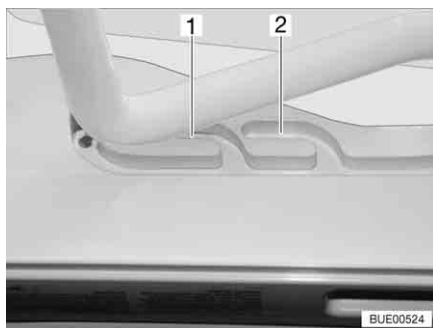
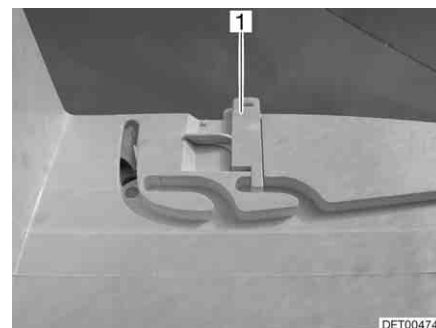

Bild 65 Heki-Dachhaube in Lüftungsstellung
Bild 66 Verriegelung Lüftungsstellung
Die Heki-Dachhaube kann in zwei Lüftungsstellungen gebracht werden: Schlechtwetterstellung (Bild 65,1) und Mittelstellung (Bild 65,2). Je nach Modell kann die Dachhaube in der Mittelstellung mit den beiden Riegeln (Bild 66,1) links und rechts am Rahmen der Dachhaube verriegelt werden.
- Den Bügel leicht nach oben drücken und in die gewählte Führung (Bild 65,1 oder 2) schieben und ggf. verriegeln.